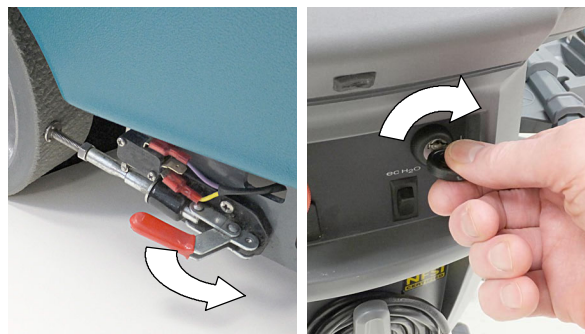

ABB. 65
1. Lösen Sie den Hebel der Feststellbremse, falls vorhanden (Abbildung 65)
2. Drehen Sie den Zündschlüssel auf Ein (I) (Abbildung 65).